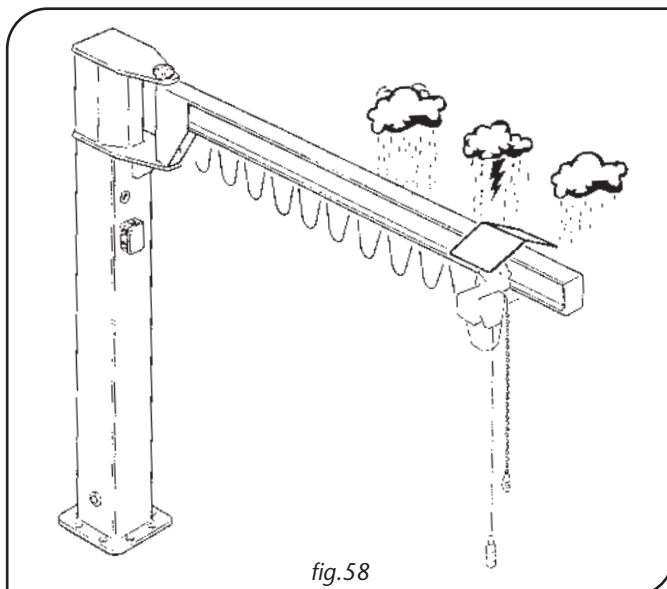

fig.58
- **uso all'aperto:** la gru a bandiera può essere esposta agli agenti atmosferici durante e dopo l'utilizzo. Le parti elettriche del paranco e del carrello devono essere dotate di protezione IP55, è inoltre raccomandabile proteggere paranco e carrello stessi con tettoie e ripari (fig.58).